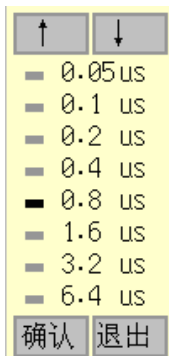

图 7.5 采样周期选择
- 7、采样周期：每两个采样点之间的时间间隔，按**确认**键弹出图 7.5 所示的选择界面，共分为 8 档：0.05us、0.1us、0.2us、0.4us、0.8us、1.6us、3.2us、6.4us，通常情况下，如果被测对象的声